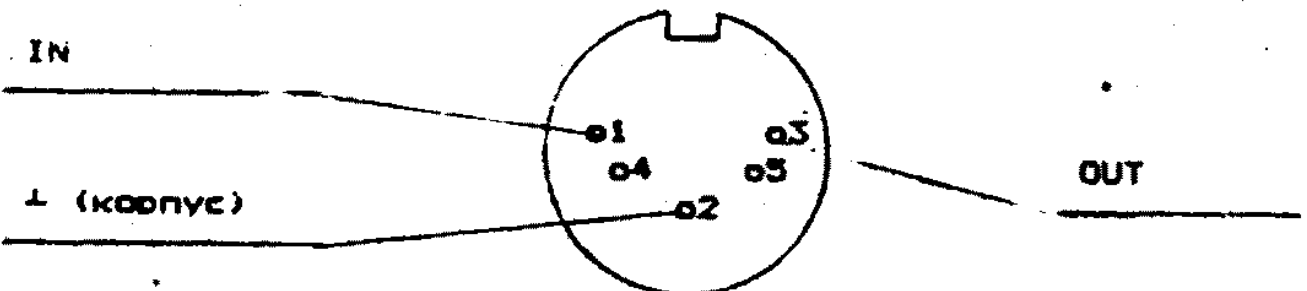

Рис. 6.3
6.4. Схемы распайки разъемов "Робика" для подключения ВУ приведены на рис. 6.3.